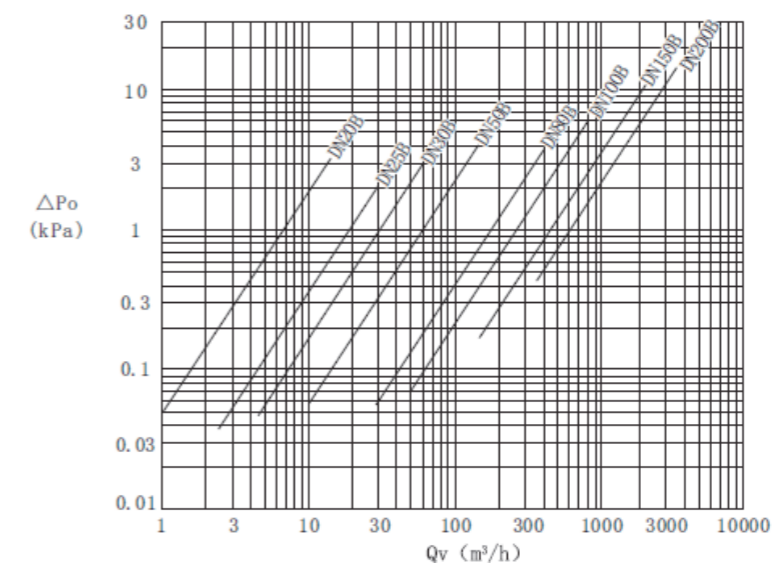

图 15 流量压损对应曲线
6.7.1 在标准状态下，当介质为干空气时，各规格流量计的压力损失  $\Delta P_o$  可按图 15 查出（最大值见表 1）。